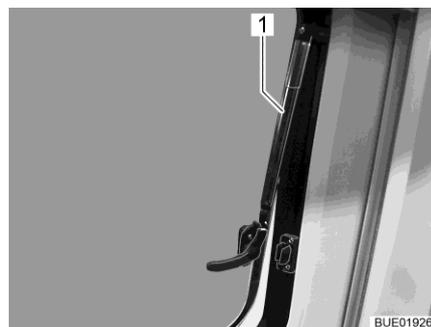

Fig. 13 Finestra apribile con deflettori automatici, aperta
- Aprire la finestra apribile fino alla posizione desiderata. Fissare la finestra apribile facendo innestare autonomamente il deflettore automatico (Fig. 13,1).